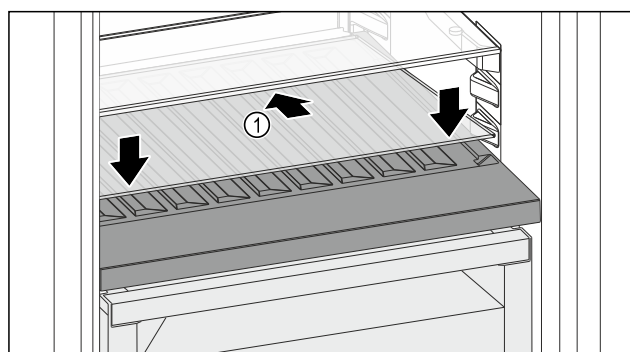

Fig. 94
- ▶ Вставьте стеклянную пластину Fig. 94 (1) наискосок и с уклоном назад вниз.
- ▶ Опустите стеклянную пластину Fig. 94 (1) спереди.